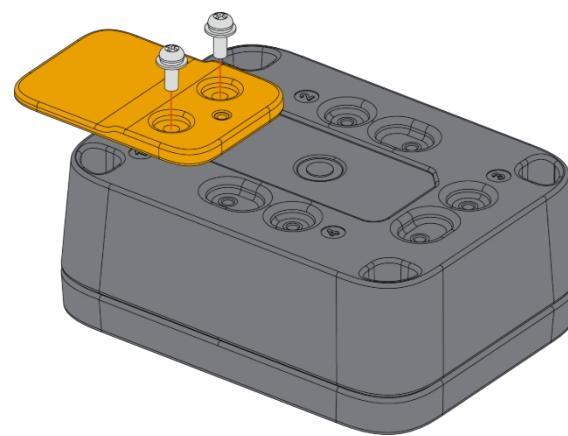

Abbildung 34: Befestigung der Beschriftungshalterung am Gehäuse
2. Befestigen Sie die mit dem Buchstaben I gekennzeichnete Etikettenhalterung mit zwei (2) M3*8-mm-Kopfschrauben mit Unterlegscheibe am WisBlock Unify-Gehäuse. Platzieren Sie sie an den festen Positionen **1 bis 4** des Gehäuses, wie in **Abbildung 34** dargestellt.